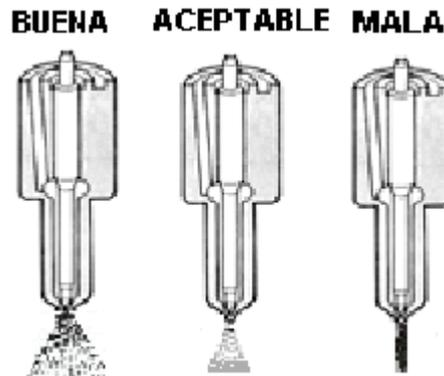

FIGURA 6.3 CALIDAD DE PULVERIZACIÓN
7. Variar la velocidad de la bomba y observar la calidad del chorro de pulverización (figura 6.3).